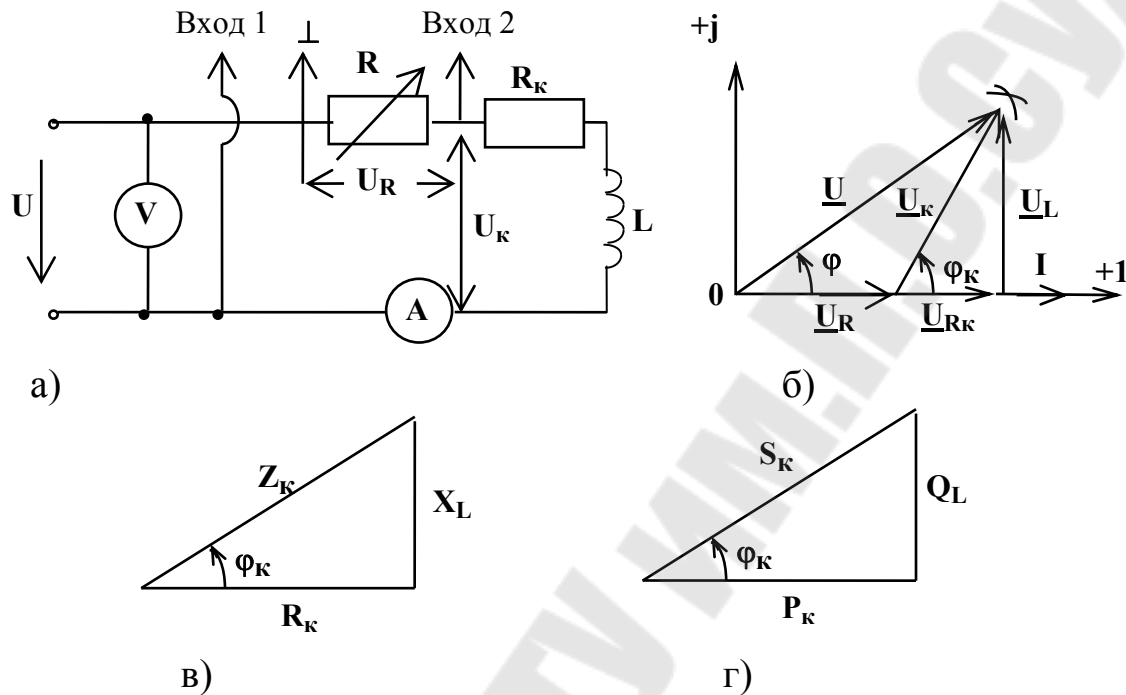

Рис.3.1
тивного сопротивления резистора R , активного сопротивления меди проводов R_k и индуктивности L реальной катушки (рис.3.1,а).
На рис.3.1 представлены: векторная диаграмма тока и напряжений RL -цепи (б), треугольник сопротивлений (в) и треугольник мощностей (г) реальной индуктивной катушки, с помощью которых легко вывести формулы для расчета последовательной RL -цепи.
Так как в цепи рис.3.1,а
1. Соберите на наборном поле электрическую цепь согласно схеме рис.3.1,а. В качестве резистора R используйте БПС, а в качестве реальной катушки $R_{\text{к}} L$ -БПИ. Задайте величину R в пределах 20...40 Ом такой, чтобы ток при значении $L = 60 \dots 70$ мГн был равен 100 мА. Изменяя L до 10 мГн и поддерживая величину тока $I = 100$ мА, измерьте напряжение U источника постоянного тока. Результаты измерений занесите в таблицу 3.1 и проведите необходимые расчеты.
2. Установите, по заданию преподавателя, частоту напряжения источника переменного тока в диапазоне 300....1000 Гц. Подайте на схему рис.3.1,а напряжение переменного тока в диапазоне 5....20 В такой величины, чтобы ток при $L = 10$ мГн и $R_k + R_{dk} = R_{kmax}$ не превышал 200 мА, где обозначено: R_k - сопротивление катушки и R_{dk} - дополнительное сопротивление при $L = 10$ мГн, взять из таблицы 3.1. Напряжение необходимо поддерживать неизменным в течении всего эксперимента. Пределы изменения индуктивности катушки L от 10 до 70 мГн. В связи с тем, что при изменении индуктивности L реальной катушки меняется и величина R_k , то для поддержания постоянной величины $R_k + R$, необходимо изменять величину R . Изменяя индуктивность L в заданном диапазоне, проведите измерение тока I и разности фаз φ . Результаты измерений и расчетов занесите в таблицу 3.2 и представьте для контроля преподавателю.
3. В электрическую цепь рис.3.1,а вместо R (БПС) и $R_k L$ (БПИ) включите одну из реальных индуктивных катушек (элемент 11 или 12). При частоте $f = 300....1000$ Гц напряжение источника установите таким, чтобы ток в цепи был не более 100 мА. Увеличивая частоту f переключателем б (рис.2) до 5...6 кГц, измерить 5..6 значений тока I и разность фаз φ . Результаты измерений и вычислений занесите в табл.3.3 и представьте для контроля преподавателю.